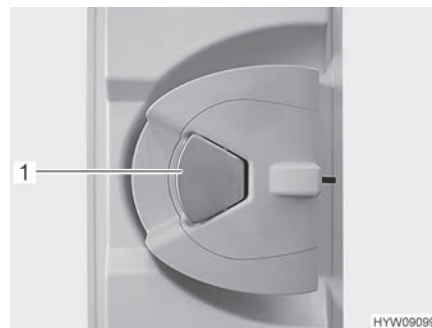

Fig. 32 Serrure de la porte (porte cellule à l'intérieur)
- Quand la serrure de la porte est verrouillée : Tirer une fois sur la poignée de la porte (Fig. 32,1). La porte est déverrouillée.
- Tirer sur la poignée de la porte (Fig. 32,1). La porte est ouverte.
- Appuyer sur la poignée de la porte (Fig. 32,1).